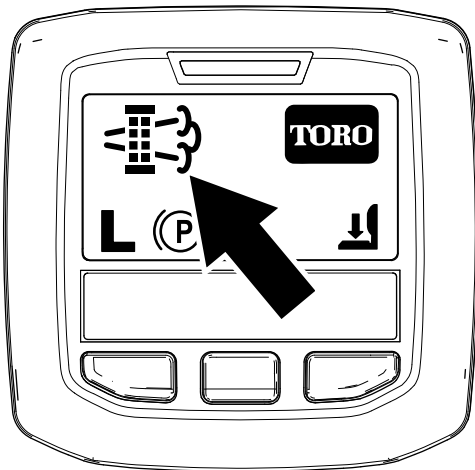

Figure 52
- Quand le calculateur moteur demande une régénération en stationnement ou une régénération d'urgence, l'icône de demande de régénération (Figure 52) s'affiche sur l'InfoCenter.